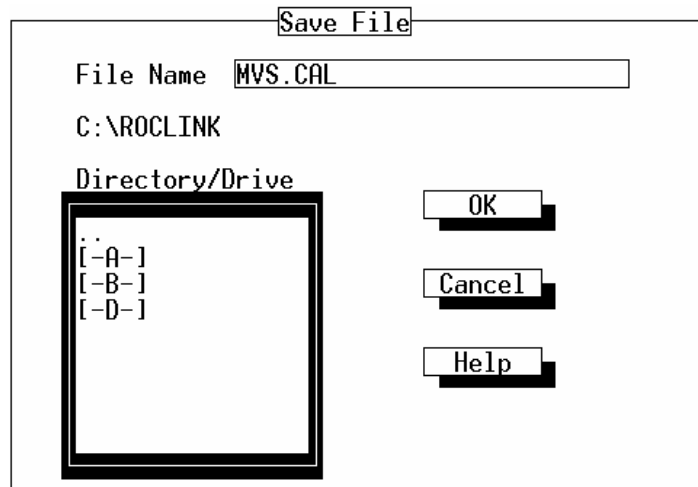

Figura 3-8. Salvando o Arquivo Relatório de Calibragem
5. Digite o nome do Arquivo Relatório de Calibragem no campo Nome de Arquivo e use a extensão .cal para representar calibragem. Observe a Figura 3-8. O Arquivo Relatório de Calibragem é criado num diretório ROCKLINK default a menos que você especifique outro Diretório/Drive antes de pressionar OK. O relatório pode ser visualizado usando um editor de texto.